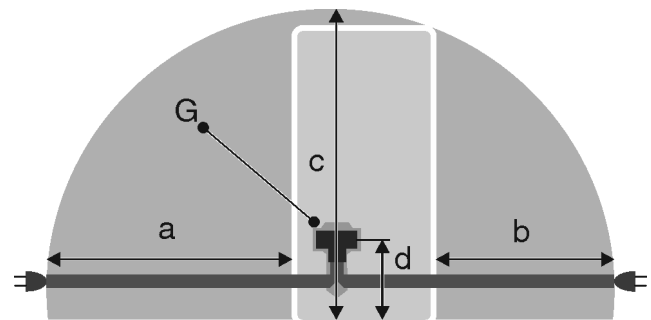

Fig. 22 *
- Zásuvka není umístěna za přístrojem, nýbrž v oblastech a nebo b Fig. 22 (a, b, c).
- Zástrčku spotřebiče Fig. 22 (G) zastrčte na zadní straně spotřebiče. Dávejte pozor na správné zaklesnutí.